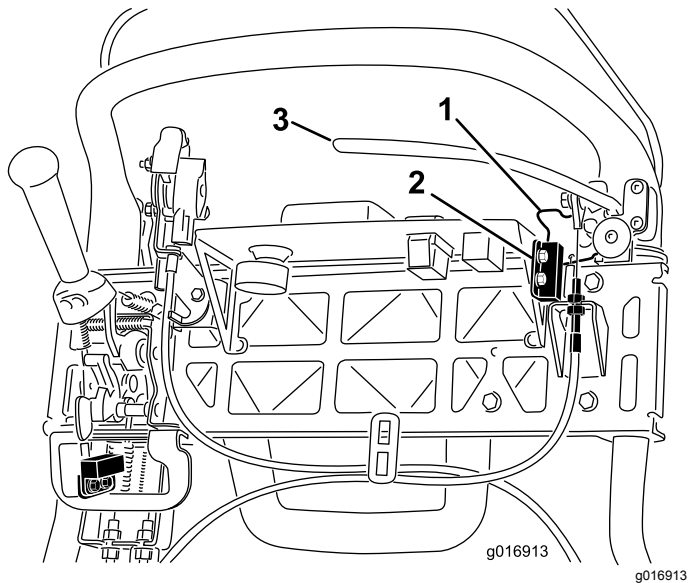

图42
- 4. 松开联锁开关紧固件(图42)。
- 5. 在手刹锁定装置与联锁开关之间放入 1.6mm 厚的塞尺(图42)。